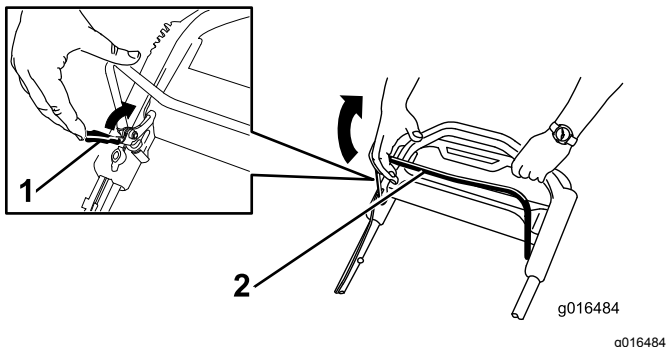

Figura 20
1. Tire hacia atrás del seguro de la barra de control de las cuchillas hasta que llegue a la barra de control de las cuchillas (Figura 20).
2. Tire hacia atrás lentamente **Figura 20** de la barra de control de la cuchilla hasta que llegue al manillar ().